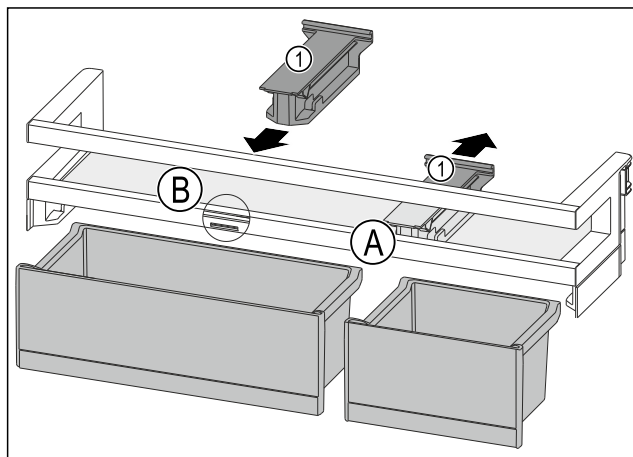

Fig. 152
- ▶ Stiahnite pridrzný diel Fig. 152 (1) v polohe Fig. 152 (A) dozadu.
- ▶ Vložte pridrzný diel Fig. 152 (1) v polohe Fig. 152 (B).